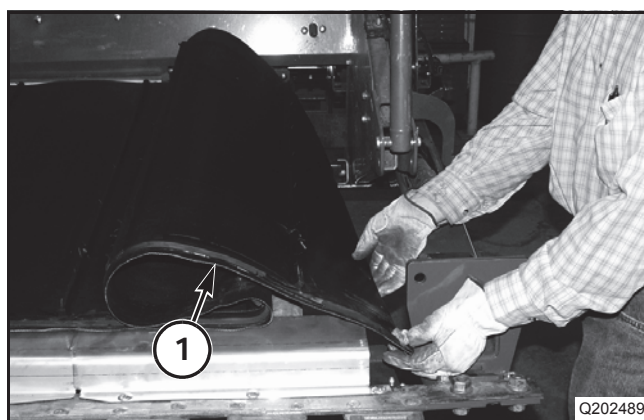

FIG. 20
FIG. 20: Coloque el rollo de la lona (draper) (1) en la plataforma con fajas hacia arriba. Empiece por la extremidad de la lona (draper) alrededor del rodillo de accionamiento.